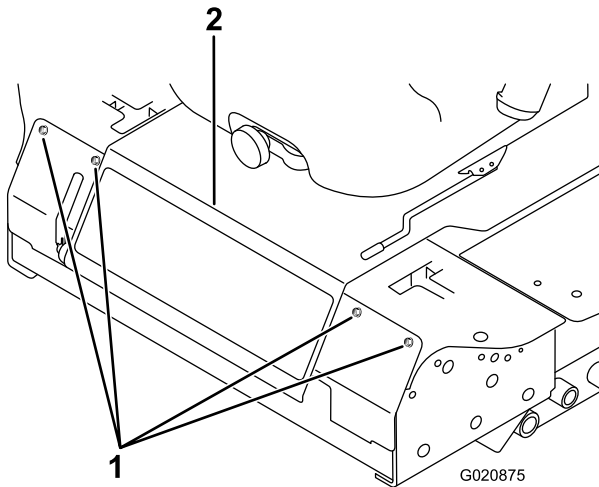

Figura 53
2. Afloje los pernos del panel delantero y retire el panel (Figura 53).